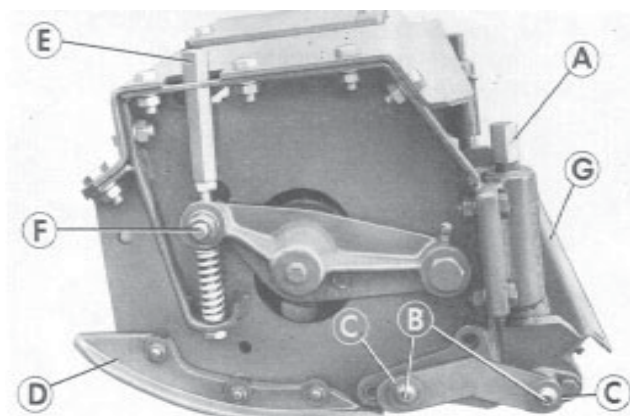

Fig. 4
(a) Cutting cylinder adjusting screws (E Fig 4).
(b) Cylinder adjuster clamp pivot (F Fig. 4)
- (a) Stelschroeven van de maaicilinder (E Afb.4).
- (b) Klem draaipunt (F Afb. 4) cilinder afstelling.
- a) Vis de réglage des cylindres de coupe (E, Fig 4).
- b) Pivot de serrage du dispositif de réglage des cylindres (F, Fig. 4)